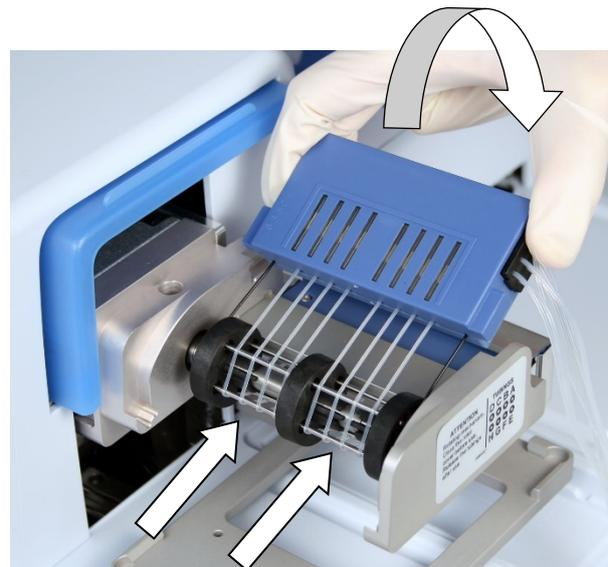

Abbildung 4-15. Einsetzen des Oberteils der Dispensierkassette
3. Fassen Sie das Oberteil der Dispensierkassette mit der rechten Hand fest an und ziehen Sie die Schläuche vorsichtig um den Pumpenrotor, bis das Oberteil in die oberen Schlitze des Pumpenkörpers passt (Abbildung 4-15). In die Schlitze einsetzen. Halten Sie das Instrument mit der anderen Hand fest.